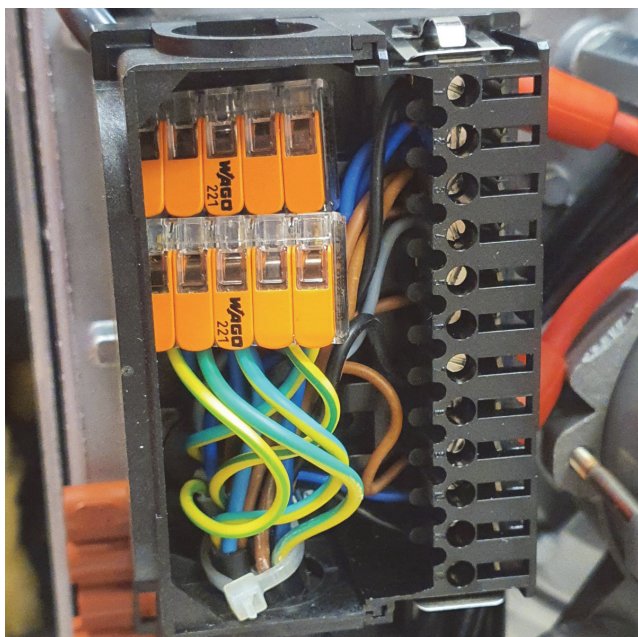

Abb. 14: Im Sockel AGK 11 platzierte WAGO-Klemmen
- ➔ Platzieren Sie die WAGO-Klemmen gem. Abb. 14 untereinander im Sockel AGK 11.